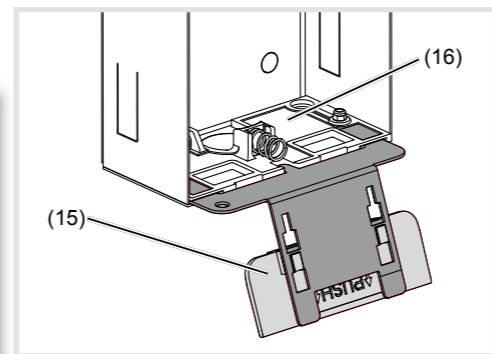

Bild 5: eingestecktes Öffnungswerkzeug
- (14) Aufwagwinkel der Befestigungselemente
- Öffnungswerkzeug (15) in die Aufnahme des unteren Befestigungselementes (16) am Gehäuse stecken (Bild 5).
- (15) Öffnungswerkzeug
- (16) Befestigungselement
- Die Schlaufen des Sicherungsseils (17) am linken oberen Einhängen der Türstation und am oberen Befestigungselement (18) im Gehäuse einhängen. Die Türstation zur Installation auf das Öffnungswerkzeug stellen (Bild 5).